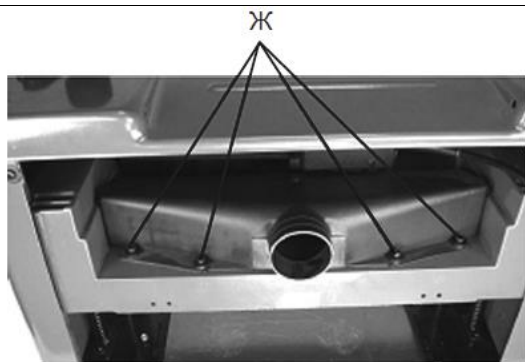

Рис. 11
- При помощи шестигранного ключа открутите 4 винта крепления защитного кожуха с пылеотводом (Рис. 11- Ж) и снимите его.